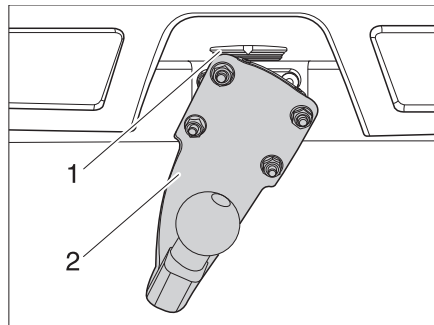

Bild 6 Släpvagnskoppling
- Sätt släpvagnskopplingen (Bild 6,2) i 90° vinkel på spärren (Bild 6,1).
- Sväng släpvagnskopplingen (Bild 6,2) nedåt tills spärren (Bild 6,1) går i lås.
- Tryck spärren (Bild 6,1) uppåt.
- Sväng släpvagnskopplingen (Bild 6,2) 90° åt vänster.
- Släpp spärren (Bild 6,1).
- Ta bort släpvagnskopplingen (Bild 6,2).